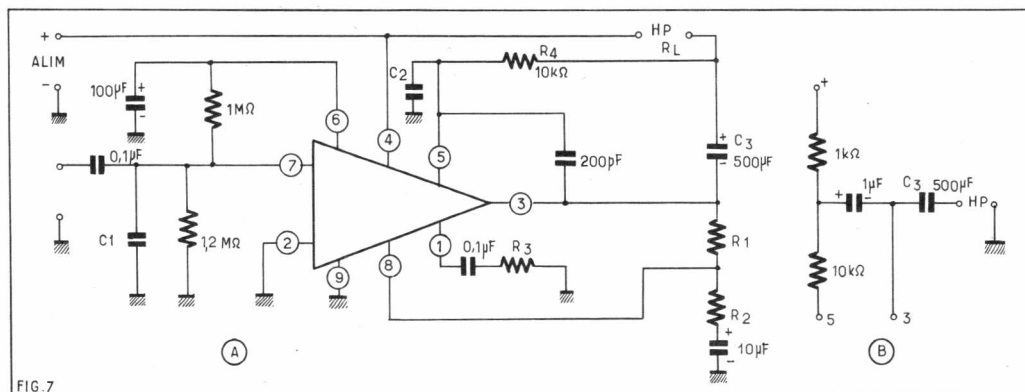
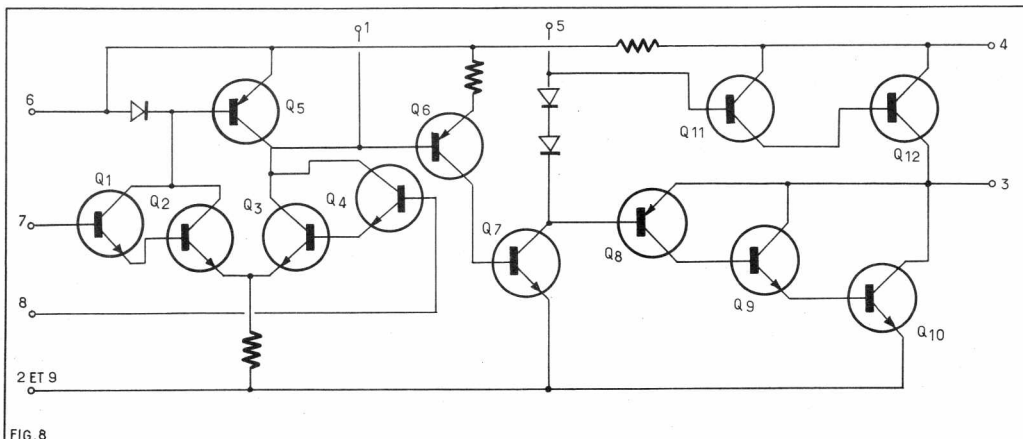

FIG. 7
FIG. 8
On donne à la figure 7 le schéma de montage de ce circuit fonctionnel. Le triangle représente le circuit avec ses huit points de branchement désignés par des numéros entourés d'un cercle.
En (B) de la même figure 7 on a indiqué une variante permettant le branchement à la masse de l'un des points du haut-parleur tandis que dans le montage (A) le haut-parleur est connecté du côté positif de l'alimentation.
Cet amplificateur fonctionne sur une alimentation de 21 V. Normalement le point 2 doit être connecté à la masse, tout comme le point 9. Le signal à amplifier est transmis au point 7 par un condensateur de 0,1 μF. Le diviseur de tension du point 7 permet la polarisation de la base du transistor d'entrée d'un étage différentiel, comme on peut le voir sur le schéma de la figure 8 qui montre le montage intérieur de ce circuit fonctionnel.
La mention 0 pour une capacité signifie qu'il n'y a aucune capacité entre les deux points considérés. Ainsi si l'on désire une puissance modulée de 4 W et une grande sensibilité, caractérisée par 14 mV à l'entrée, on aura $C_1 = C_2 = 100$ pF tandis que, pour 4 W également, mais, avec une faible sensibilité : 560 mV à l'entrée, les condensateurs C_1 et C_2 seront enlevés. Dans la variante de (B) figure 7, les modifications sont réalisables dans les quatre versions déterminées par les valeurs du tableau.
Les mesures de distorsion totale ont été faites avec un montage proche de celui de la figure 7 et les valeurs des éléments suivants : $R_1 = 51$ k Ω , $R_2 = 100 \Omega$, $C_1 = 100$ pF, $C_2 = 100$ pF, $R_3 = 2,2$ k Ω . Une autre mesure intéressante a permis de déterminer la puissance de sortie en fonction de la tension d'alimentation pour $R_L = 16 \Omega$ et $R_L = 8 \Omega$.
Le circuit fonctionnel MFC9010 possède un schéma intérieur comme celui de la figure 8 et se monte selon le schéma de la figure 7 (A) avec la variante de 7 (B).
La tension d'alimentation dans le montage de la figure 7 est de 19 V pour l'amplificateur de 2 W.
Revenons au schéma intérieur de la figure 8 valable pour les deux amplificateurs et partons de l'entrée point 7.
La branche de gauche est amplificatrice et celle de droite fait partie, dans le montage de la figure 7, de la boucle de contre-réaction.